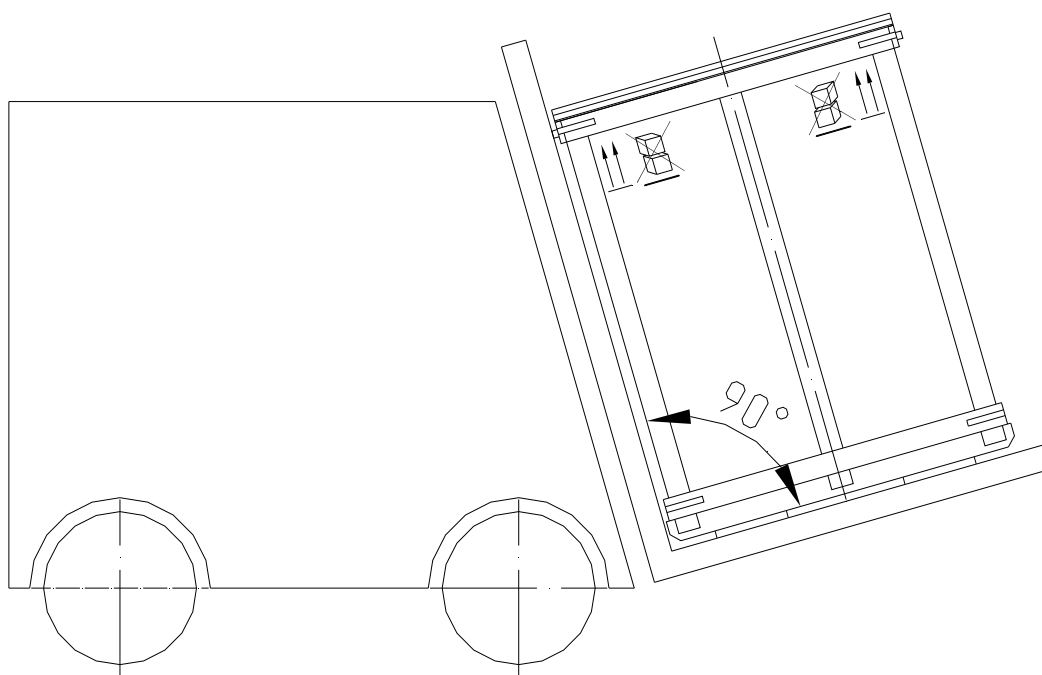

Рис. 8 Схема перемещения машины сушильной погрузчиком
13.9. Транспортировка сушильной машины должна производиться в соответствии со схемой (рис. 8).